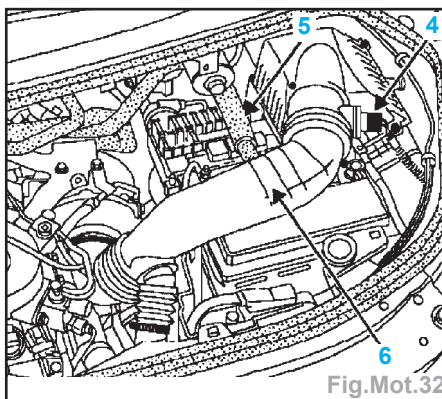

Fig.Mot.32
- Débrancher (Fig.Mot.32) :
- le connecteur du débitmètre d'air (4),
- le conduit de réaspiration des vapeurs d'huile (5).
- Déposer le conduit d'aspiration d'air (6) muni du débitmètre. Pour cela déposer :